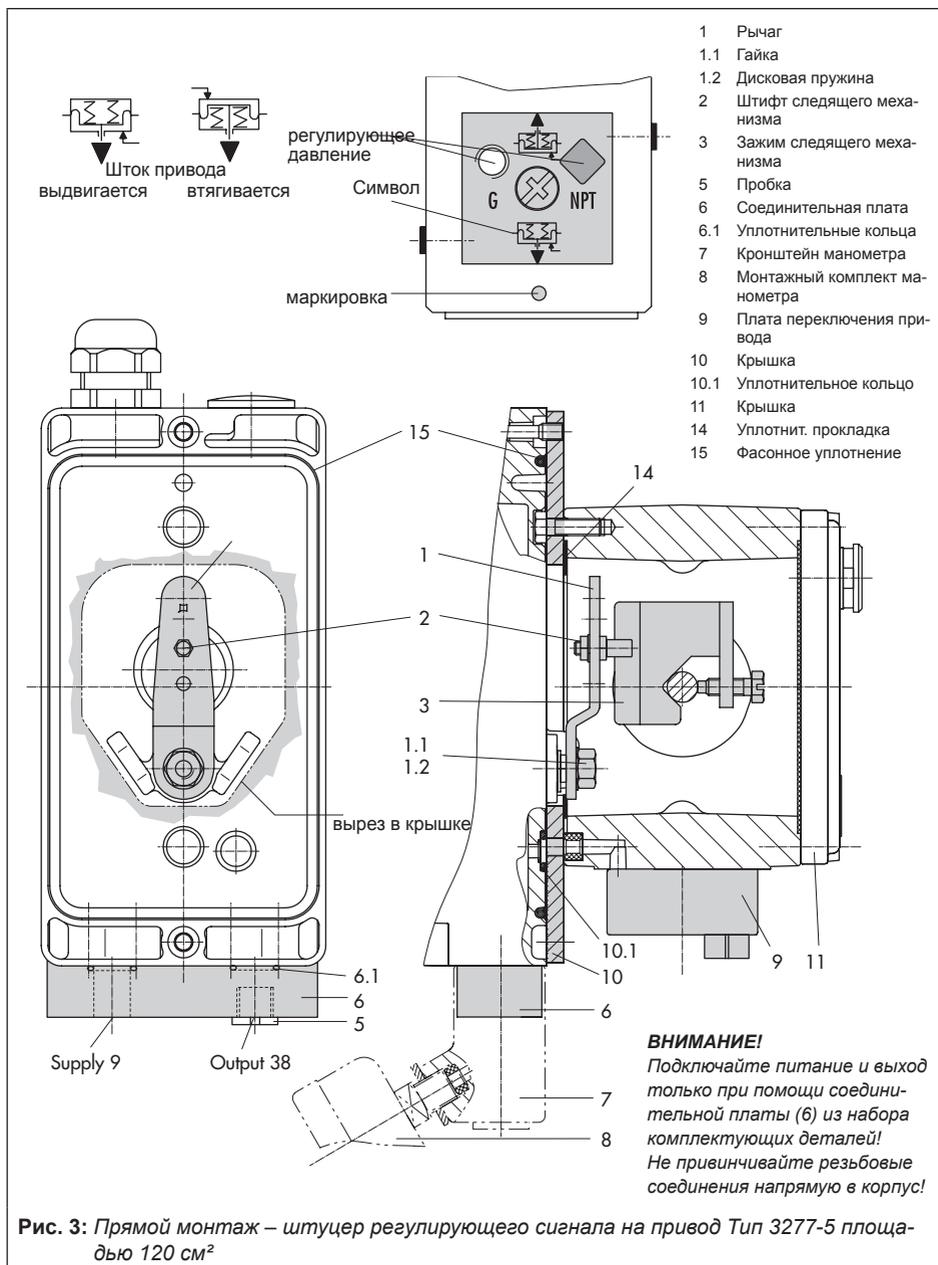
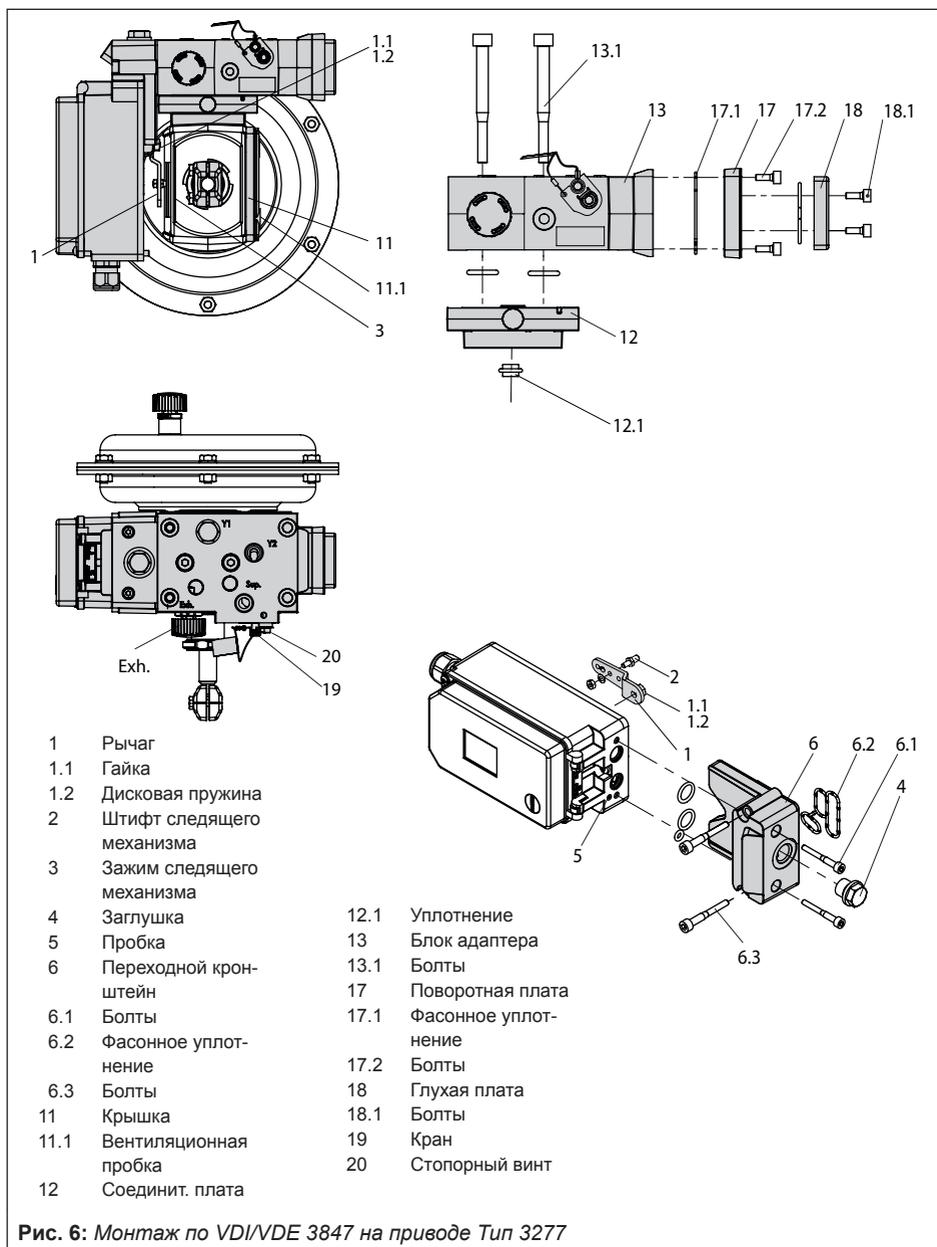

Рис. 3: Прямой монтаж – штуцер регулирующего сигнала на привод Тип 3277-5 площадью 120 см2
Рис. 6: Монтаж по VDI/VDE 3847 на приводе Тип 3277
**Привод 120 см2** (см. рис. 3)
Регулирующее давление подаётся от позиционера на камеру мембраны привода по штуцеру регулирующего сигнала соединительной платы (9, рис. 6 слева), поэтому сначала следует прикрепить соединительную плату (9) из комплектующих деталей к раме привода.
- При этом необходимо повернуть соединительную плату (9) таким образом, чтобы правильный символ положения безопасности "Шток привода выдвигается" или "Шток привода втягивается" располагался в соответствии с маркировкой (рис. 6 снизу).
- Следите за правильным расположением уплотнительной прокладки соединительной платы (9).
1. Установите соединительную плату (6) или кронштейн манометра (7) с манометрами на позиционере, следя за правильностью положения уплотнительных колец (6.1).
2. Установите зажим следящего механизма (3) на шток привода, выровняйте и зафиксируйте таким образом, чтобы крепёжный болт находится в пазе штока привода.
3. Закрепите крышку (10) узкой стороной выреза (рис. 3 слева) в направлении штуцера регулирующего сигнала, наклеенная уплотнительная прокладка (14) должна указывать в сторону рамы привода.
4. **Ход 15 мм:** на рычаге **M** (1) с обратной стороны позиционера передающий штифт (2) остаётся в положении **35** (состояние при поставке).
**Ход 7,5 мм:** освободите передающий штифт (2) из положения 35, переустановите в отверстие для положения 25 и закрепите.
5. Установите фасонное уплотнение (15) в паз корпуса позиционера, а уплотнительное кольцо (10.1) на обратную сторону корпуса.
6. Установите позиционер на крышку (10) таким образом, чтобы следящий штифт (2) расположился на верхней стороне зажима следящего механизма (3). Отрегулируйте рычаг (1) соответствующим образом и удерживайте вал позиционера при открытой крышке за поворотную нажимную кнопку или за чехол. Рычаг (1) должен укладываться на зажим следящего механизма усилием пружин. Закрепите позиционер двумя крепёжными болтами на крышке (10).
#### Монтаж на приводе Тип 3277 (см. рис. 6)
Позиционер монтируют на раме, как показано на рис. 6. Регулирующий сигнал подаётся на привод с помощью соединительной платы (12), при положении безопасности "шток привода выдвигается" – по внутреннему каналу в раме клапана, при положении безопасности "шток привода втягивается" – по внешней соединительной трубке.